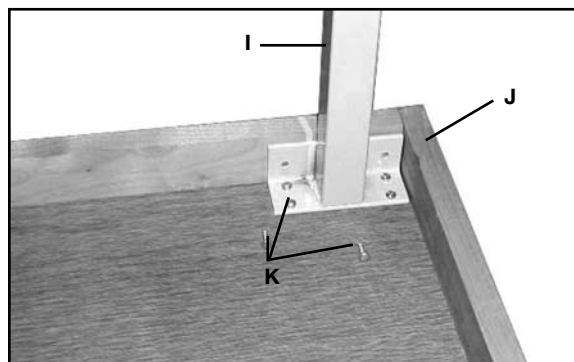

FIG. 11
7. Coloque la pata del banco (I) en la esquina interior del banco de extensión (J), como se muestra en la Fig. 11.
8. Anexe la pata del banco a la tabla del banco con seis tornillos largos para madera de 16 mm (5/8") (K). Repita el proceso para las patas restantes.